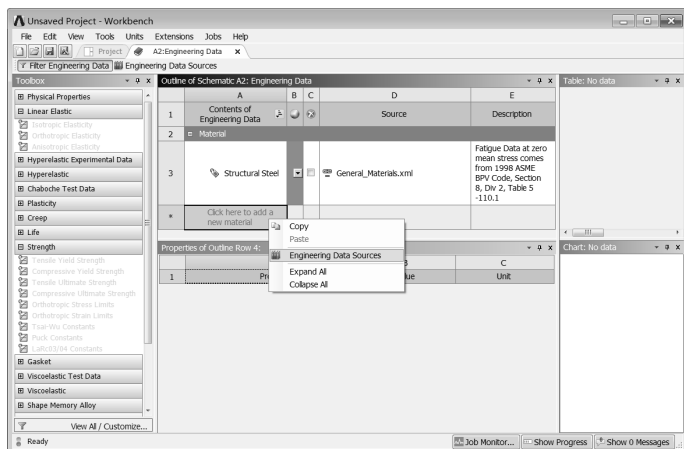

图 5-11 材料参数设置界面
Step2：在界面的空白处右击，在弹出的快捷菜单中选择 Engineering Data Sources（工程数据源）命令，此时的界面会变为如图 5-11 所示的界面。原界面窗口中的 Outline